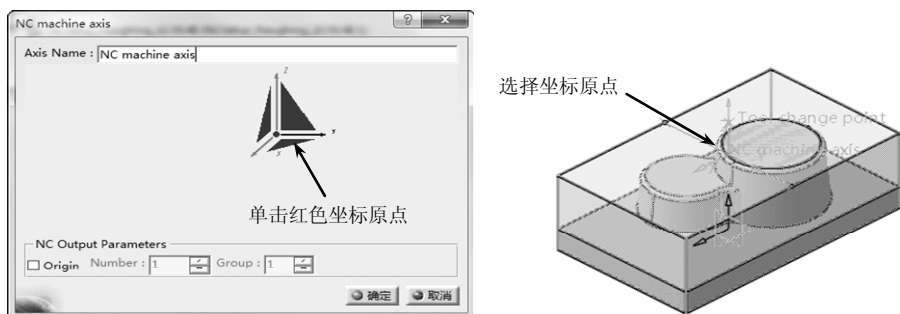

图 2-20 定义加工坐标系示意图
2) 单击“Default reference machining axis for Part Operation.1”对话框中的红色敏感区，从绘图区选择相应的对象或区域作为加工坐标系。例如在“Default reference machining axis for Part Operation.1”对话框的“Axis Name”文本框中输入“NC machine axis”作为坐标系名称如图 2-20 所示，单击红色坐标原点，选择图 2-20 所示的点作为坐标原点，此时“Default reference machining axis for Part Operation.1”对话框中的基准面、基准轴和原点由红色变成绿色，表示已定义加工坐标系，如图 2-20 所示。